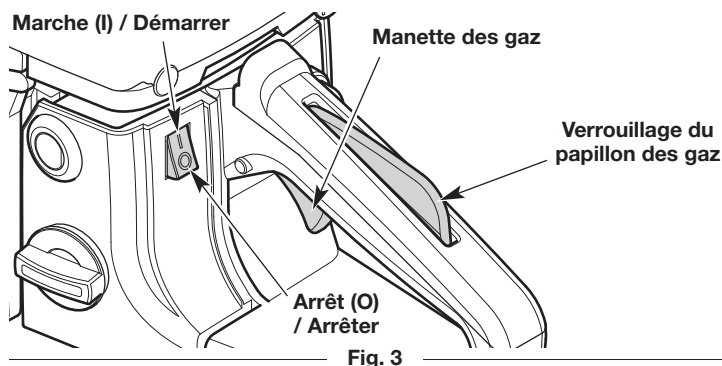

Fig. 3
5. Déplacez le bouton Marche/Arrêt en position **Marche** (Fig. 3).
REMARQUE : NE TOUCHEZ PAS à la commande des gaz avant l'étape 14 (Fig. 3).
8. **NE TOUCHEZ PAS** à la commande des gaz (Fig. 3). Posez l'appareil sur une surface plane. Dégagez la zone de tout objet qui pourrait entrer en contact avec la chaîne.
- Déplacez l'interrupteur Marche/Arrêt en position d'**Arrêt** (Fig. 3). Attendez que la chaîne s'arrête complètement.